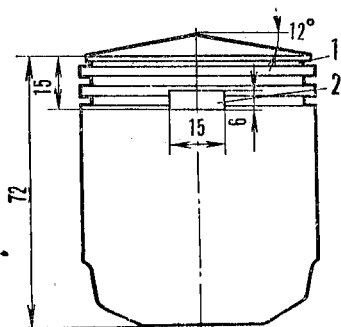

Рис. 116. Переделка серийного поршня: 1 — новая канавка для L-образного кольца; 2 — дополнительное окно
- проверить зазоры на нижней (1,5—2 мм работ в свободное покачивание) и верхней головке (развернуть бронзовую втулку на +0,03 мм шатуна), произвести необходимые работы с поршнями (лучше изготовить новые поршни АК-4, сделав канавки под L-образные кольца и отверстие под третий канал (рис. 116).